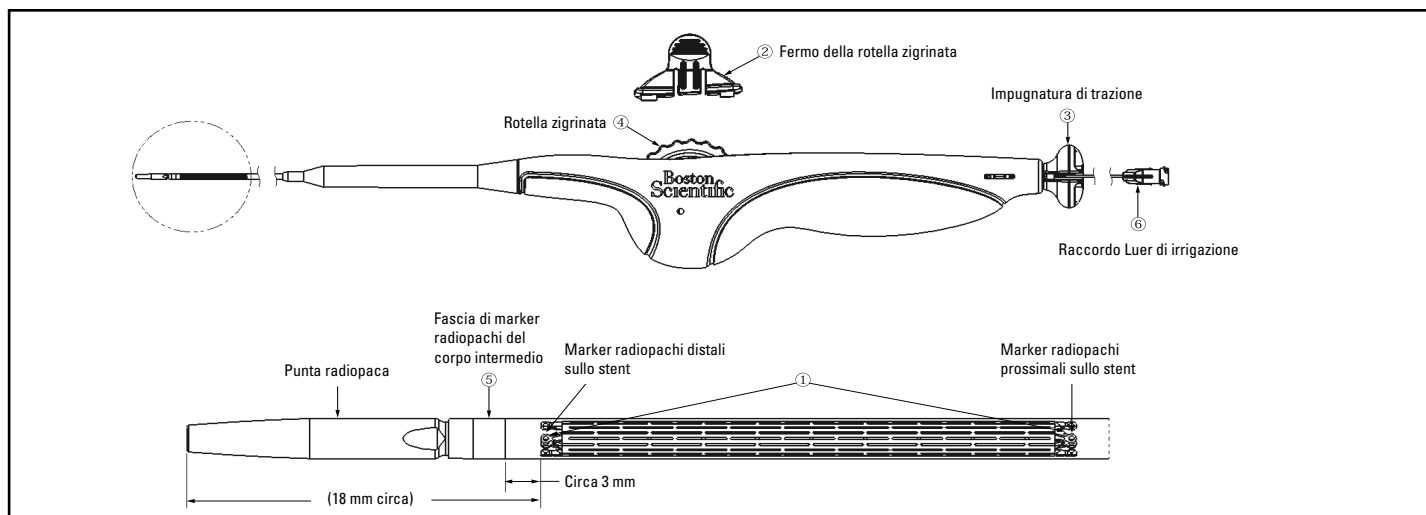

Figura 4. Sistema di rilascio dello stent
6. Non rimuovere il fermo della rotella zigrinata ② prima dell'espansione. La rimozione prematura del fermo della rotella zigrinata può causare l'espansione accidentale dello stent.
7. Collegare una siringa da 10 ml (10 cc) riempita di soluzione fisiologica al raccordo Luer per l'irrigazione ⑥ presente sull'impugnatura. Applicare pressione positiva. Irrigare fino a quando la soluzione fisiologica fuoriesce dall'estremità distale del lume per filoguida. Rimuovere il raccordo Luer di irrigazione ⑥ (tirando la siringa o tirando il raccordo Luer di irrigazione ⑥) (fare riferimento alla Figura 4).